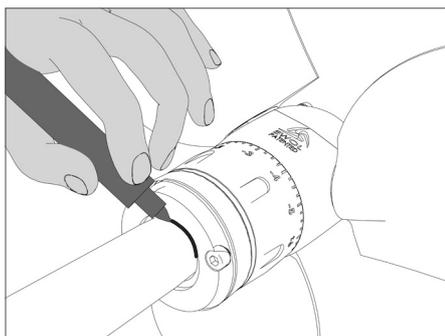

FIG. 9 | Segnare con pennarello qui sull'asse
- Marcare con un pennarello il punto massimo di calzaggio sull'asse (Fig. 9).